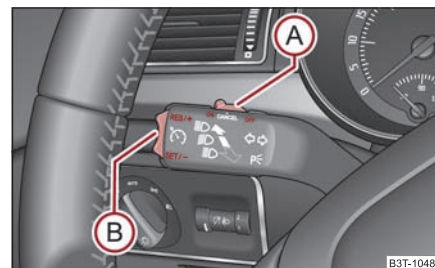

Fig. 145 Manette de commande: Interrupteur et contacteur du régulateur de vitesse
- Poussez le contacteur **(A)** ⇒ fig. 145 pour le mettre sur **ON**.
- Vous pouvez **augmenter** la vitesse mémorisée sans actionner la pédale d'accélérateur en appuyant sur l'interrupteur **(B)** ⇒ page 131, fig. 145 pour la mettre sur la position **RES**.
La **reprise** de la vitesse mémorisée a lieu en relâchant la pédale de frein ou la pédale d'embrayage, sur les véhicules avec boîte de vitesses automatique, uniquement en relâchant la pédale de frein et en appuyant brièvement sur l'interrupteur **(B)** ⇒ page 131, fig. 145 dans la position **RES**.
- Poussez le contacteur **(A)** ⇒ page 131, fig. 145 vers la droite sur la position **OFF**. ■